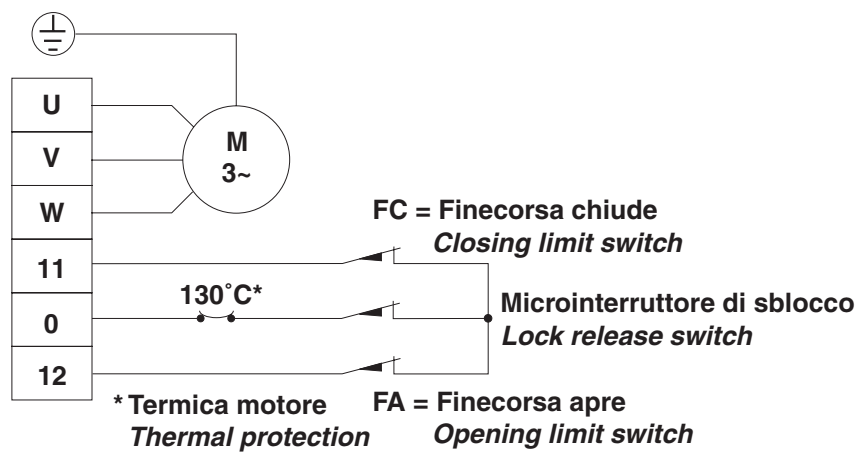

Fig. 5
*Anm.: (Nur für Cross30) schließen Sie den Motor und die Endschalter an die elektronische Motorsteuerung an (Abb. 5).*